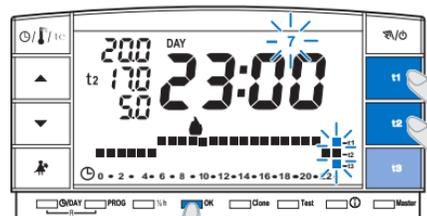

Abb. 12
- Drücken Sie nach Eingabe der Temperaturskala für den **Sonntag (7)**, **OK** (Beispiel Abb. 12), um diese zu speichern und zur Anzeige für den Montag (1) zurückzukehren **drücken Sie erneut die Taste OK für 4 Sekunden** (Beispiel Abb. 13); auf diese Weise **wird das gesamte Wochenprogramm abgespeichert**.